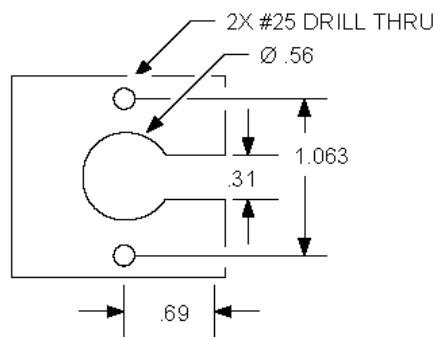

Abbildung 3: Empfohlene Montageplatten-Abmessungen
1. Bohren Sie ein Loch mit 0,56 (9/16) Zoll Durchmesser in die Mitte der Platte und bohren Sie anschließend auf beiden Seiten dieses Lochs jeweils ein #25 Loch in einem Abstand von 1,063 (1-1/16) Zoll vom Mittelloch. Schneiden Sie einen 0,31 (5/16) Zoll breiten Schlitz in die Montageplatte. Siehe Abbildung 3: Die Platte sollte höchstens 0,125 Zoll dick sein.